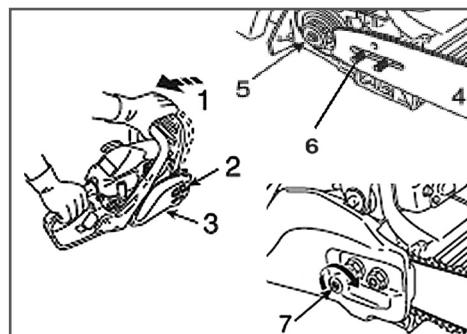

Рис. 2 Установка шины
- Перед установкой шины и цепи убедитесь в том, что тормоз цепи находится в расторможенном положении. Для этого рукоятку тормоза 1 (Рис.2) потяните на себя до щелчка.
- Открутите гайки 2 и снимите крышку шины 3 (Рис. 2).
- Установите шину 4 пазом на шпильки крепления шины 6 и передвиньте ее в сторону муфты сцепления 5 для облегчения установки цепи (Рис. 2).
- Вращая винт натяжителя цепи 7 (Рис. 2) против часовой стрелки, установите палец натяжителя в крайнее левое положение. Установите на место крышку шины 3 (Рис. 2).
- Отрегулируйте натяжение цепи (см. раздел «Регулировка натяжения цепи») вращая винт натяжителя цепи 7 (Рис. 2) по часовой стрелке.